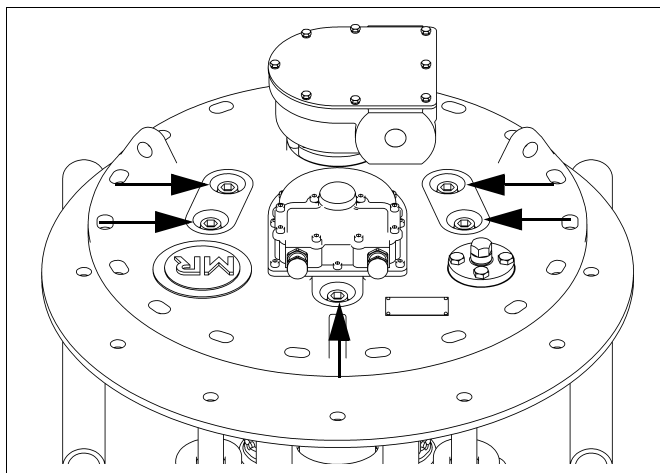

рис. 104 Откручивание болтов с внутренним шестигранником
7) Открутите 5 находящихся под заглушками болтов с внутренним шестигранником (SW 14 мм, рис. 104).